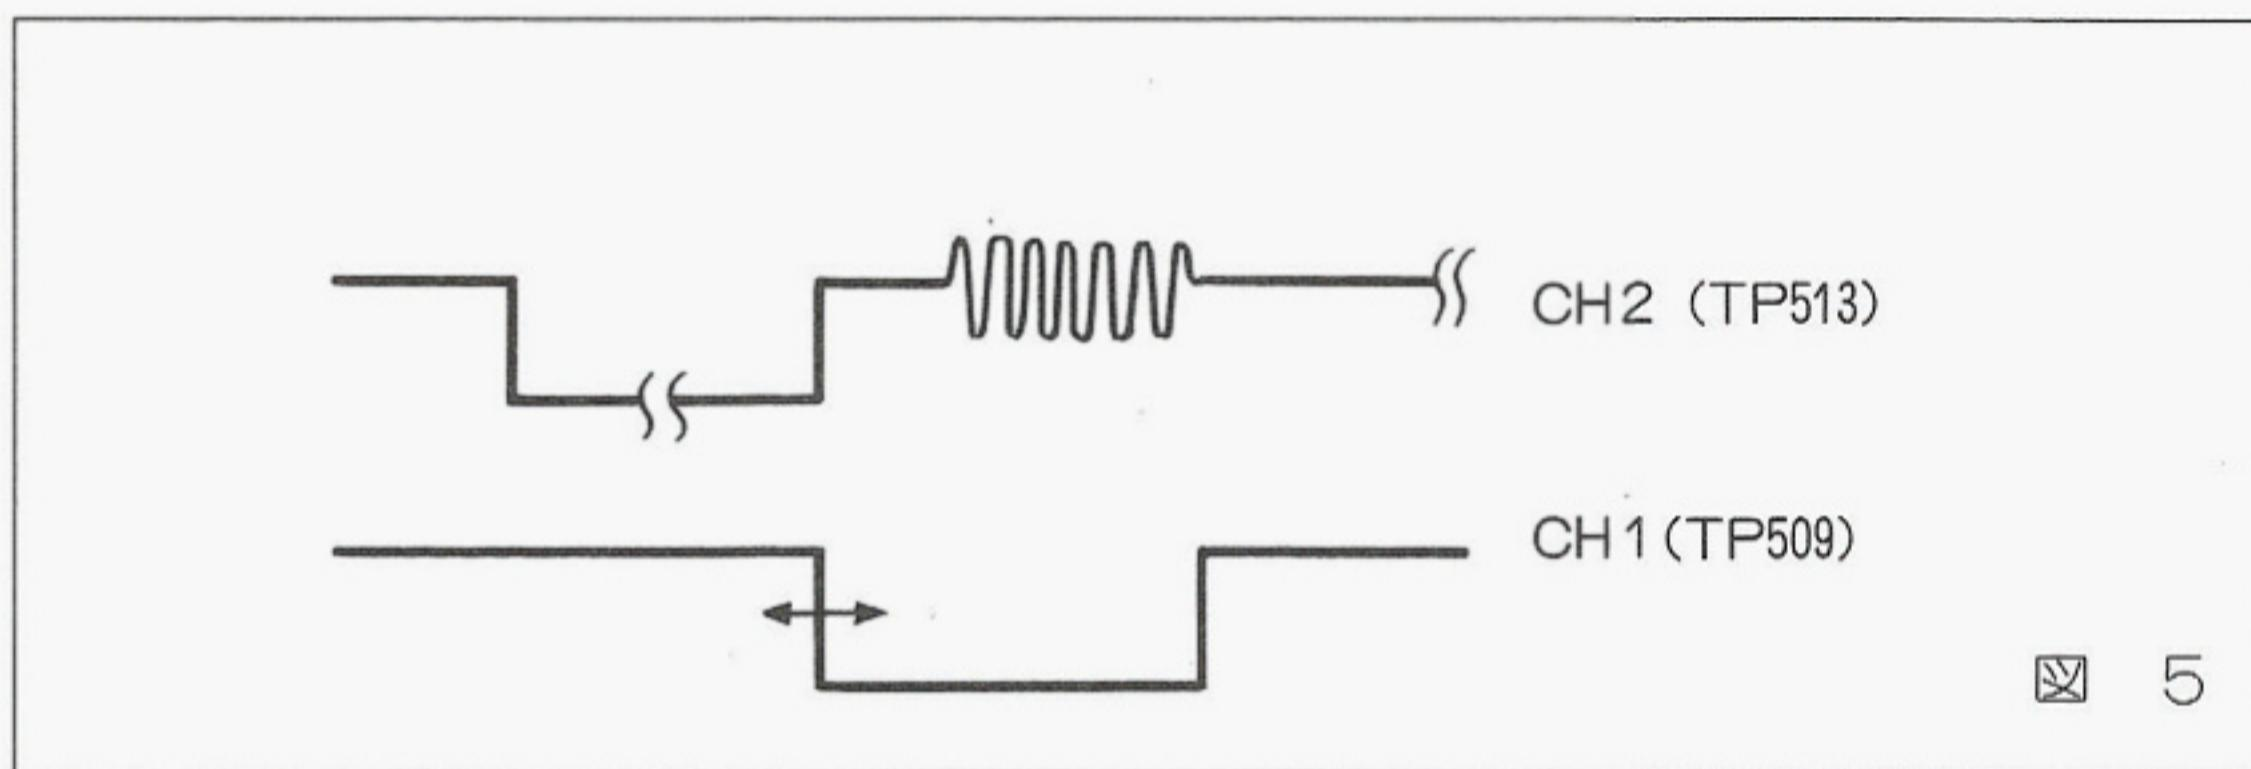

図 5
- 5) 図5の様にR509を調整しBFP幅を水平同期の立ち上がりに合わせます。